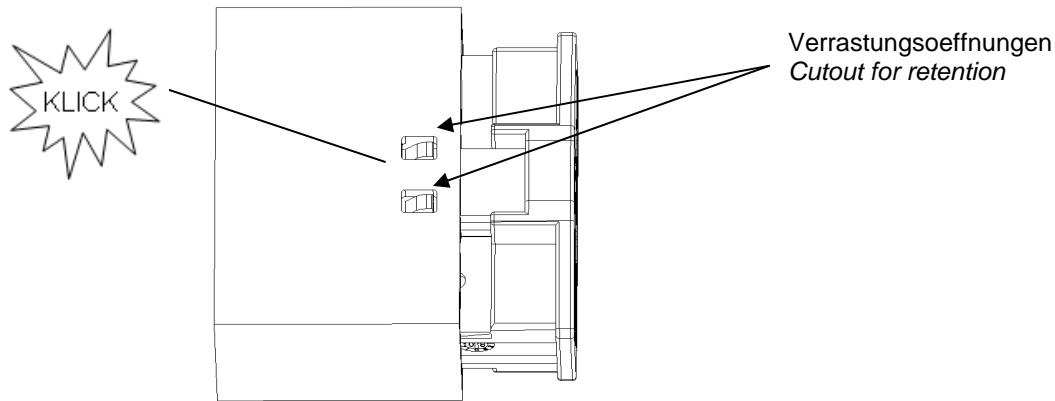

Abb. 7b/ Fig 7b
Gehäuse, wie in Abb. 7a dargestellt orientiert ineinander schieben bis die Rastnasen mit einem KLICK einrasten (siehe Abb. 7b).
*Housing and counterpart pushed orientated as shown on Fig 7a into each other till the locking latch engaged tangibly and audibly into the cutout on the counterpart (see Fig 7b).*